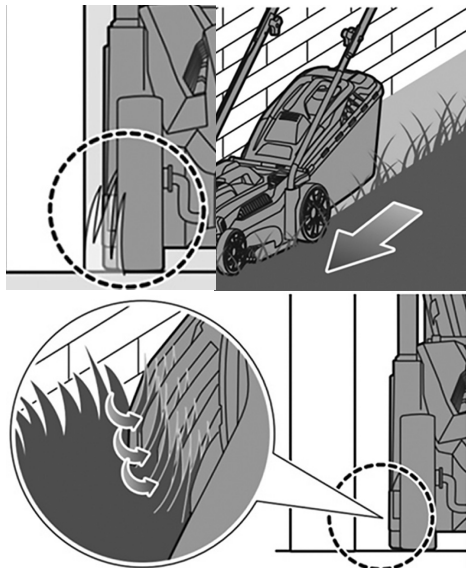

Рис. 14 Положение газонокосилки при скашивании у стены
9. Будьте осторожны при скашивании травы у таких препятствий, как ограждение, стена и т.п. Защитные выступы на корпусе газонокосилки позволяют сделать это аккуратно (Рис. 14).